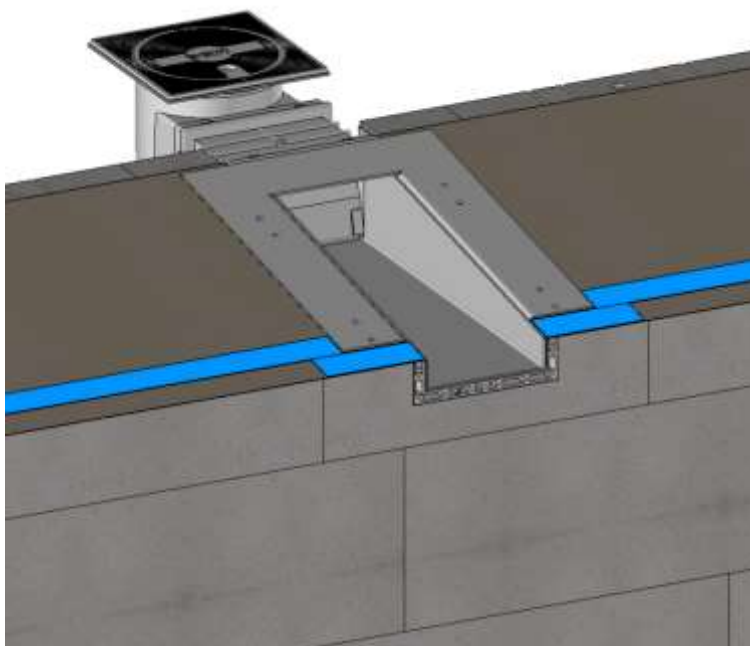

Figure 14 : Disposition des tôles colaminées
- Disposer les tôles colaminées à 50 mm des parois verticales intérieures du bassin. A l'approche du skimmer, disposer deux petits morceaux de tôles le long de la paroi verticale du bassin (voir Figure 14 : Disposition des tôles colaminées)